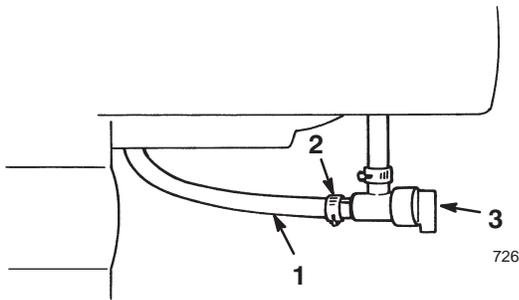

**Bild 14**
- **Zündschloss** (Bild 14)—Stecken Sie den Zündschlüssel ein, bevor Sie den Motor starten. Ziehen Sie den Zündschlüssel, um den Motor abzustellen.
- **Choke** (Bild 14)—Drehen Sie zum Anlassen eines kalten Motors den Choke im Uhrzeigersinn ganz auf *Ein*. Wenn sich der Motor erwärmt, drehen Sie den Choke langsam gegen den Uhrzeigersinn in die Position *Aus*.
- **Gashebel** (Bild 14)—Bewegen Sie den Gashebel nach oben, um die Motordrehzahl zu erhöhen, und nach unten, um die Drehzahl zu reduzieren. Stellen Sie den Gashebel auf *Stopp*, um den Motor zu stoppen.
- **Kaltstarthilfe** (Bild 14)—Betätigen Sie die Kaltstarthilfe, um eine geringe Kraftstoffmenge in den Motor zu pumpen, damit er sich bei kaltem Wetter leichter starten lässt.
2. Ziehen Sie den Zündschlüssel (Bild 14).
3. Ziehen Sie den Choke-Knopf (Bild 14).
5. Drehen Sie den Choke (Bild 14) auf *Ein*.
6. Stecken Sie den Zündschlüssel ein (Bild 14).
7. Decken Sie das Loch in der Mitte der Kaltstarthilfe (Bild 14) mit dem Daumen ab und drücken Sie diese drei Mal langsam ein, wobei Sie jedes Mal einen Moment warten.
10. Wenn der Motor anspringt, drehen Sie sofort den Choke (Bild 14) in die 3/4-Position. Wenn sich der Motor erwärmt, drehen Sie den Choke in die 1/2-Position. Wenn der Motor warm gelaufen ist, drehen Sie den Choke in die Position *Aus*.